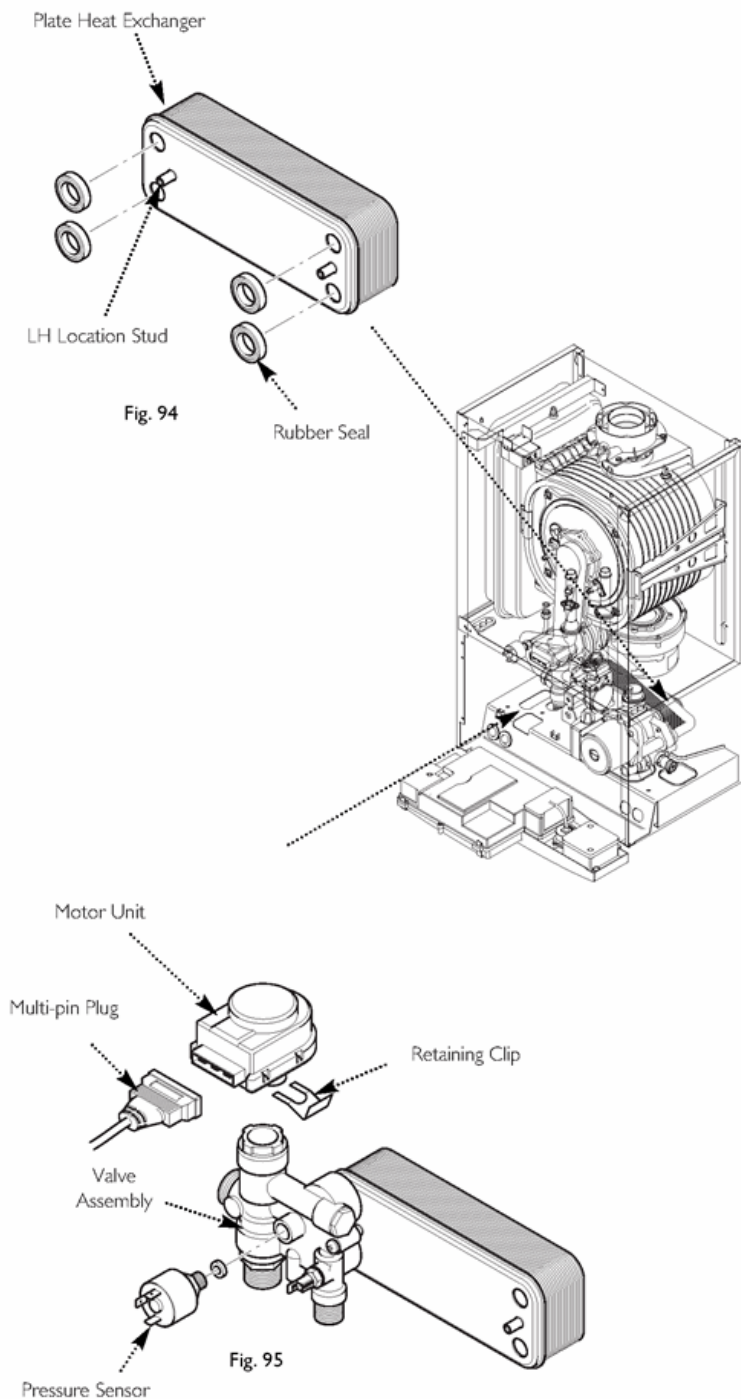

Fig. 94 & Fig. 95
14.20 Plate Heat Exchanger (Fig. 94)